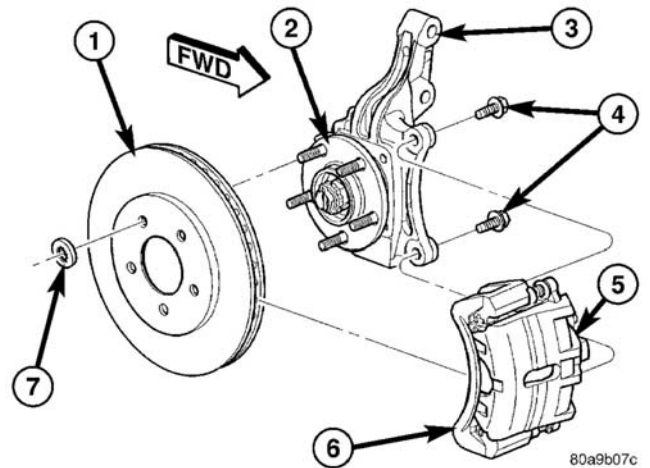
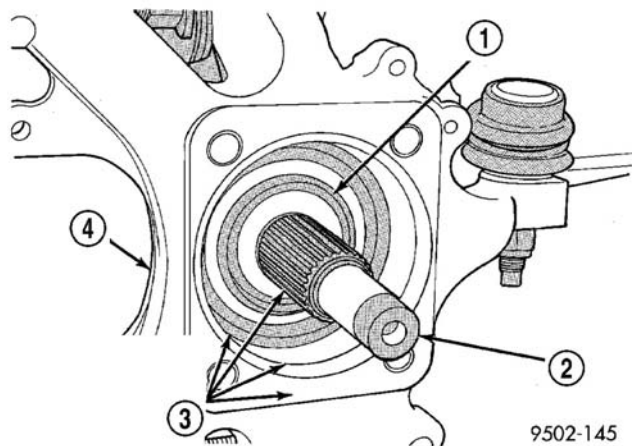

图 5 前制动器安装
图 7 装配表面 (典型)
- (5) 如图所示（图 5），将盘式制动器的制动钳和适配器作为一个总成从转向节上卸下。用松紧绳或铁丝将总成吊到一边。不得用制动软管悬挂制动钳。
- (6) 从轮毂和轴承上卸下制动盘（图 5）。
- (7) 推入驱动轴短轴的端头，将其花键从轮毂花键中推出。
**注意：**在安装轮毂和轴承总成之前，转向节和短轴上的轮毂和轴承总成装配表面（图 7）必须平滑且没有丝毫杂质或刻痕。
**注意：**当把轮毂和轴承装入转向节时，注意不要损坏外侧等速万向节上的轴承油封（图 7）。
(1) 将轮毂和轴承安装到短轴上并推入转向节，直至垂直入位到转向节的表面。
(2) 从转向节的后部安装轮毂和轴承的 4 个固定螺栓。以交叉方式均匀紧固所有 4 个固定螺栓，直至轮毂 / 轴承总成垂直入位到转向节的前部。紧固固定螺栓至  $65 \text{ N} \cdot \text{m}$  ( $45 \text{ ft.lbs.}$ ) 的扭矩。
(3) 将制动盘安装到轮毂和轴承上（图 5）。
(4) 将制动钳和适配器总成装回制动盘，并与转向节上的安装孔对齐（图 5）。安装固定螺栓并紧固至  $169 \text{ N} \cdot \text{m}$  ( $125 \text{ ft.lbs.}$ ) 的扭矩。